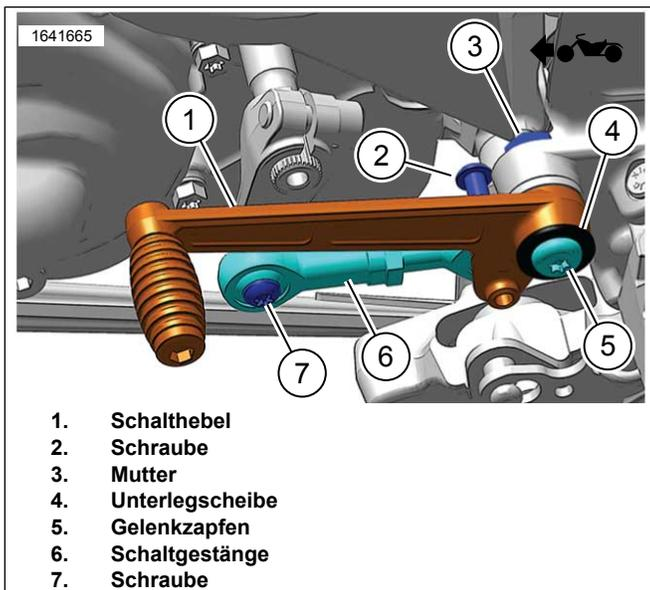

Abbildung 2. Schalthebel / Schaltgestänge ausbauen
2. Siehe Abbildung 2. Entfernen Sie die Schraube (7) des vorderen Schaltgestänges.
3. Siehe Abbildung 2. Bauen Sie die Gelenkzapfen (5), die Unterlegscheibe (4) und die Mutter (3) aus.
4. Siehe Abbildung 2. Entfernen Sie den Schalthebel (1) und das Schaltgestänge (6) vom Rahmenansatz.
5. Siehe Abbildung 2. Entfernen Sie die Schraube (2) des Schaltgestänges (6) vom Schalthebel (1).